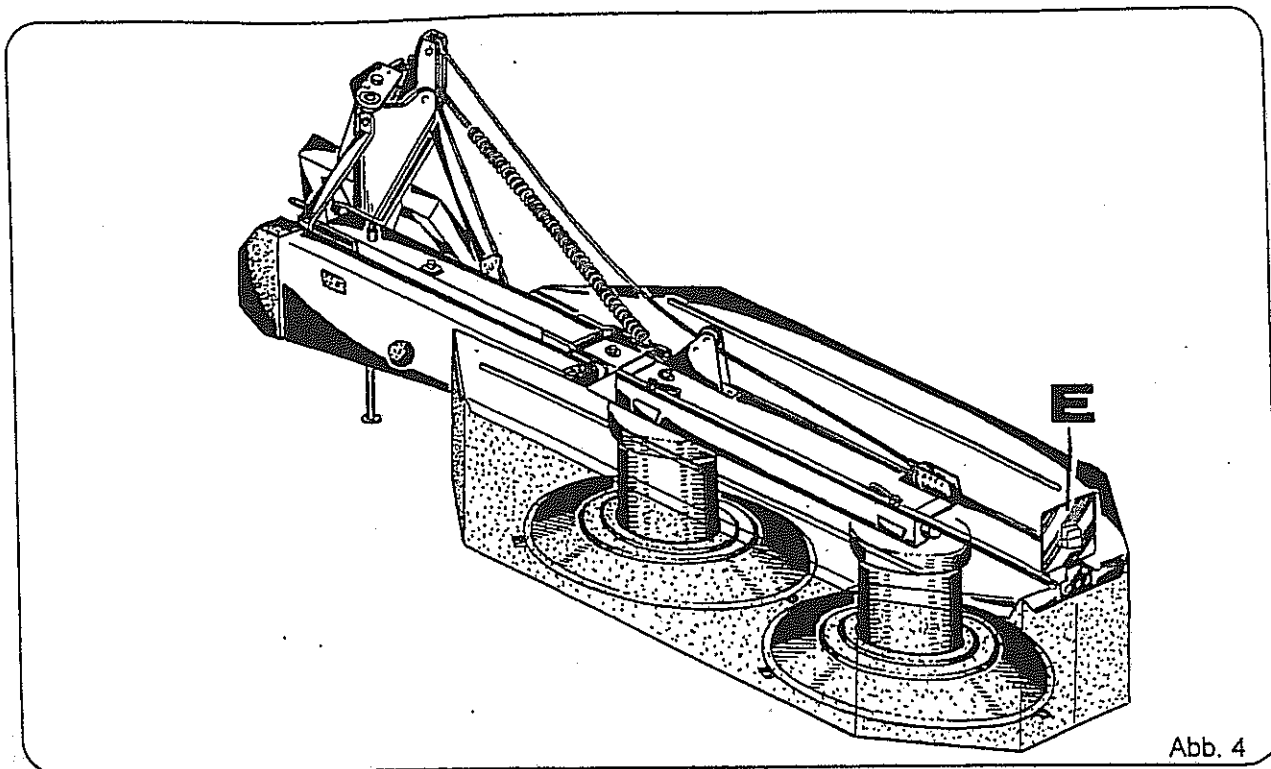

Abb. 4
1. Schutzvorrichtung anbringen (siehe Seiten 10 und 11). Verschlossene Schutztücher wegen Unfallgefahr erneuern. Die Anbringung der Warntafel mit Beleuchtungseinrichtung ist laut STVZO auf öffentlichen Wegen und Straßen vorgeschrieben. Die Anbringung (Abb. 4, Pos. E) ist Sache des Halters. Die komplette Beleuchtungseinrichtung kann auf Wunsch von uns geliefert werden.